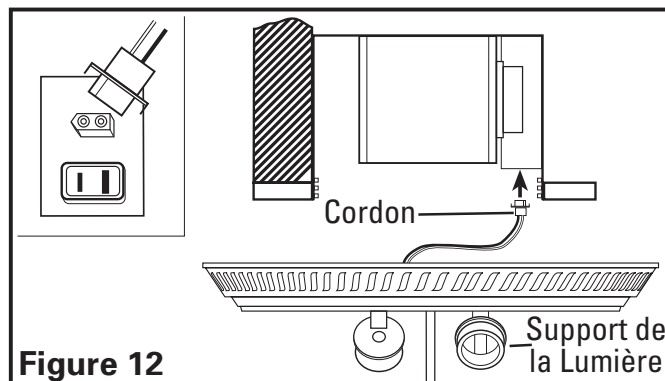

Figure 12
4. Connecter le cordon des socles de lampe dans le réceptacle approprié (**Figure 12**).